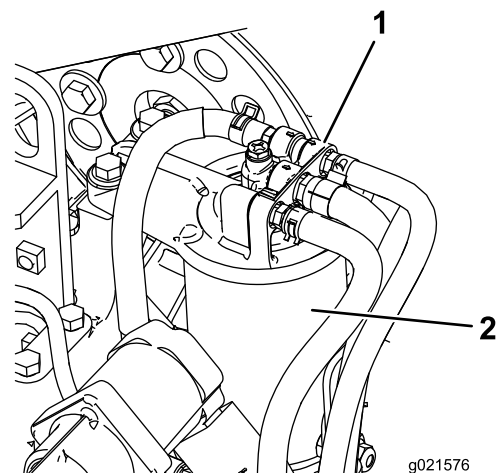

Figura 89
1. Limpie la zona alrededor de la cabeza del filtro de combustible (Figura 89).
2. Retire el filtro y limpie la superficie de montaje de la cabeza del filtro (*Figura 89*).